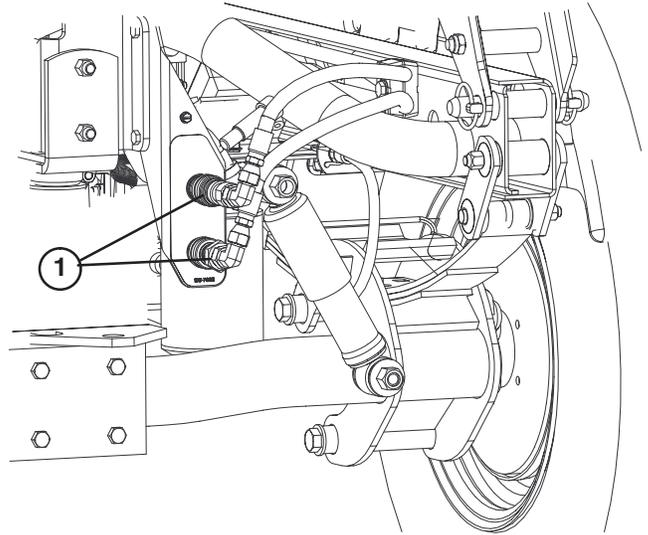

Bild 69
- Schließen Sie an beiden Fahrzeugen die beiden Schnellkupplungsschläuche von den Schläuchen ab, die an der Schnellkupplungshalterung befestigt sind (Bild 69).